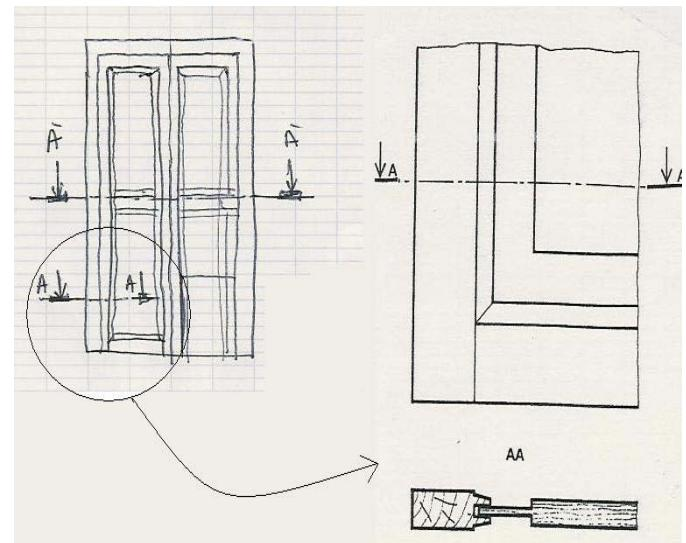

Figure 07
- On hachure les parties coupées en adoptant des conventions spécifiques aux hachures. **Voir figure 07**